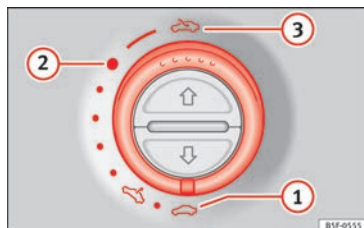

Fig. 11 En el revestimiento interior del techo: gire el conmutador para abrir y cerrar.
- Abrir: gire el conmutador hacia la posición » **fig. 11** (3).
- Posición de confort: gire el conmutador hacia la posición » **fig. 11** (2).
- Cerrar: gire el conmutador hacia la posición » **fig. 11** (1).